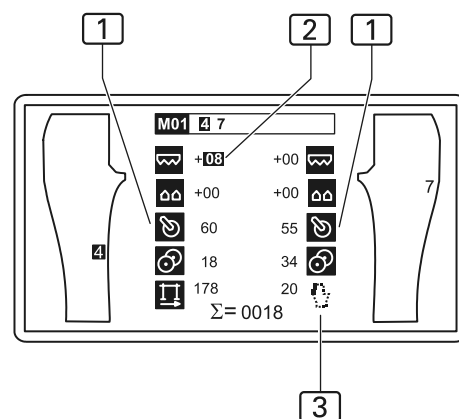

Abb. 21
**Abb. 21:** Zugeschaltete Funktionen **1** sind als Symbol invertiert dargestellt. Eine abgeschaltete Funktion **3** wird als Strichdarstellung auf hellem Grund ausgegeben. Der Parameterwert, der einer Funktion zugeordnet ist, wird im jeweiligen Eingabefeld **2** rechts bzw. links vom Funktionssymbol angezeigt. Bei den der Funktion zugeordneten Parametern handelt es sich entweder um die zuzügliche Erhöhung oder das Absenken von Grundwerten oder um die direkte Veränderung der Hauptparameter einer Naht.